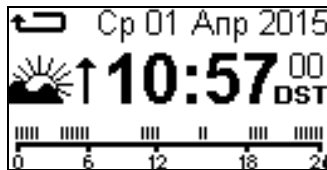

Рисунок 6.1 – Главный экран таймера
Примечание – для просмотра событий необходимо находиться на главном экране таймера (рисунок 6.1)
- Если во время проверки ошибок не обнаружено, на дисплее таймера в течение 2 секунд отобразится надпись **Настр. в порядке**, и таймер вернется на главный экран (рисунок 6.1);